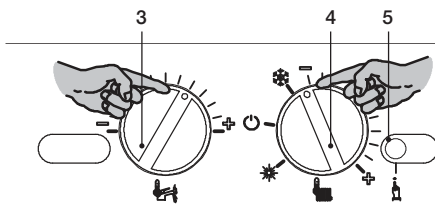

Рисунок 7.5
- Установите регулятор температуры воды горячего водоснабжения 3 и переключатель функций 4 так, как показано на следующем рисунке (Рисунок 7.5).
- Чтобы настроить давление розжига горелки, войдите в режим программирования, нажав и удерживая в течение 15 с кнопку сброса 5 (Рисунок 7.5), пока на ЖК-дисплее не появится параметр P01. На ЖК-дисплее последовательно отобразятся следующие символы (параметр P01 будет загораться поочередно с --- --).
- Нажмите кнопку сброса 5 (Рисунок 7.5) и пролистайте параметры до P14, предназначенного для настройки давления розжига горелки. На ЖК-дисплее последовательно отобразятся следующие символы (параметр P14 будет загораться поочередно с цифрой 135).
- Чтобы изменить настройку, поверните регулятор температуры в системе горячего водоснабжения 3 (Рисунок 7.5) и установите ее в выбранное положение.